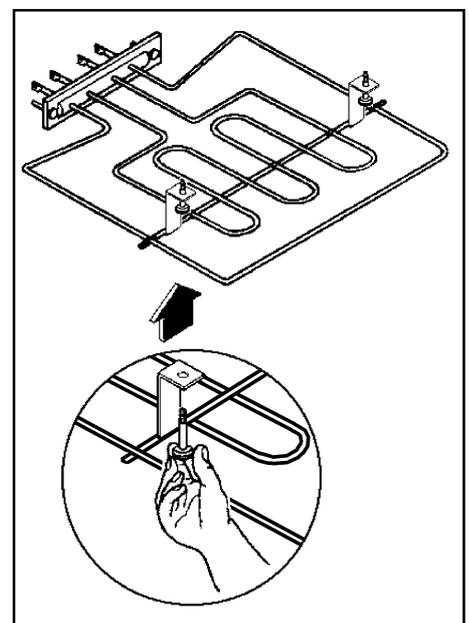

Fig. 12 FO 0286
- Dévissez les vis moletées (Fig. 12). La première fois que vous faites cette opération, nous vous recommandons d'utiliser un tournevis.